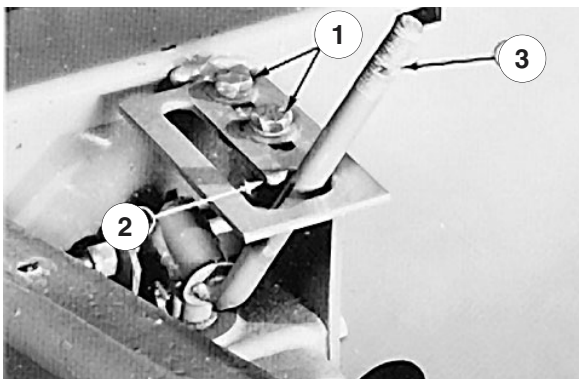

Figure 48
3. Desserrez les deux vis d'assemblage en haut du verrou (Fig. 48). Placez le levier sur le sommet arrondi du verrou (Fig. 48) et faites coulisser le verrou avec le levier en avant jusqu'à ce que vous sentiez une résistance. Serrez alors les vis d'assemblage pour bloquer le verrou en position. Vérifiez si le levier bouge librement en le déplaçant de la position de relevage ou de transport à la position de flottement. Le levier doit juste dépasser la partie arrondie du verrou lorsque vous le placez en position de flottement.